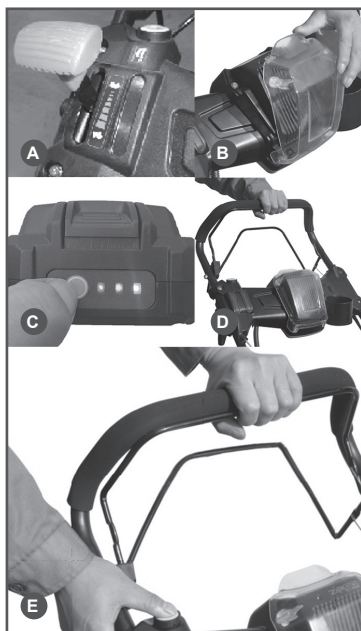

Рис. 9 Запуск двигателя электрическим стартером
1. Откройте крышку отсека и установите аккумулятор или проверьте, правильно ли установлен аккумулятор (Рис. 9В).
2. Рычаг газа установите в положение 1/3 шкалы увеличения оборотов двигателя (Рис. 9А).
3. Нажмите кнопку питания, показывающую состояние заряда аккумулятора, и убедитесь, что заряд аккумулятора достаточен – светятся 2 или 3 светодиода (Рис. 9С). При необходимости зарядите аккумулятор (раздел ОБСЛУЖИВАНИЕ АККУМУЛЯТОРА).
4. Нажмите и удерживайте рычаг остановки двигателя левой рукой (Рис. 9Д). Нажмите кнопку включения электрического стартера правой рукой (Рис. 9Е).
1. Рычаг газа установите в положение 1/3 шкалы увеличения оборотов двигателя (Рис. 9А).
На газонокосилке предусмотрена регулировка скорости движения. Изменение скорости движения производится рычагом газа (Рис. 9А). Движение ручки газа вперед приводит к увеличению скорости движения газонокосилки.